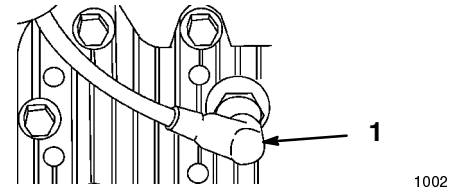

Figure 20
1. Débranchez la bougie (Fig. 20).
2. Débranchez la bougie (Fig. 20).